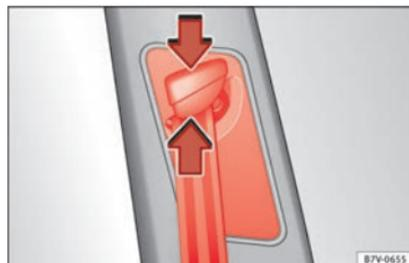

Fig. 89 Près des sièges avant : dispositif de réglage en hauteur de la ceinture.
- Maintenez appuyé le dispositif de guidage dans le sens de la flèche » » » **fig. 89**.